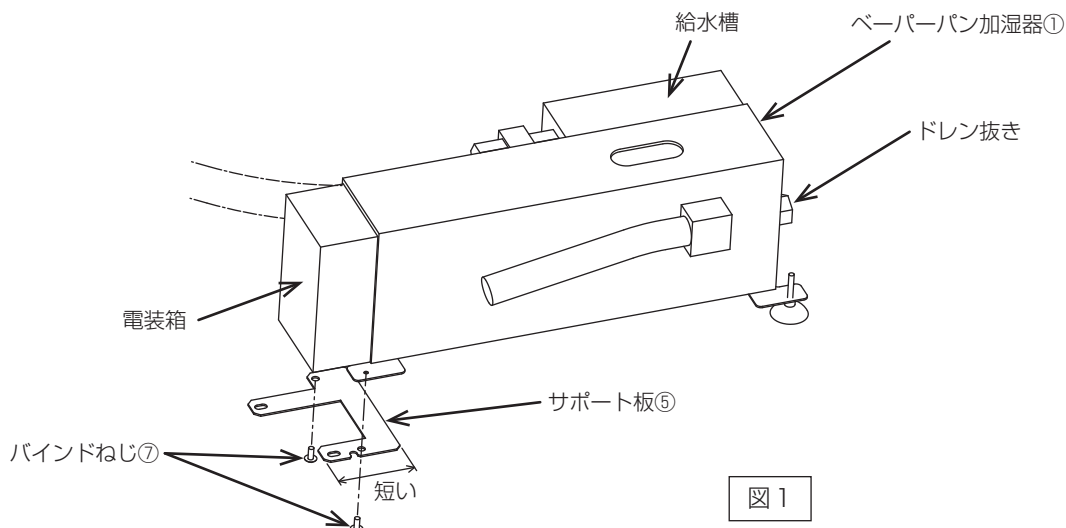

図1
- 1) ベーパーパン加湿器①にサポート板⑤をバインドねじ⑦2本で固定してください。・・・図1